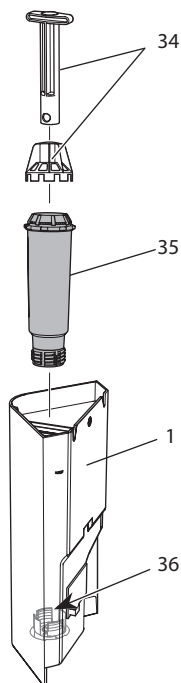

Fig. 19: Vissage/dévisage du filtre à eau
7. Mettre un nouveau filtre en place dans le réservoir d'eau (voir Fig. 19).
2. Retirer le filtre à eau (voir Fig. 19).